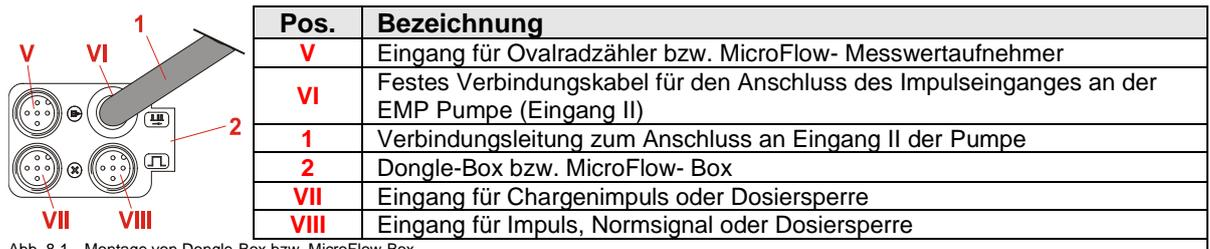
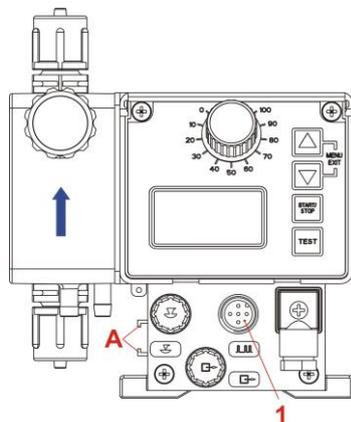

Abb. 8.1 Montage von Dongle-Box bzw. MicroFlow-Box
Abb. 8.2 Montage von Dongle-Box bzw. Micro-Flow-Box 1
Montieren Sie die Dongle- Box bzw. die MicroFlow- Box (Abb. 8.1) an der dafür vorgesehenen Schiene der EMP-Pumpe (Abb. 8.2, Pos. A):
- ✘ Schieben Sie die Dongle- Box bzw. die MicroFlow- Box (Abb. 8.1) in die Schiene auf der linken Seite der EMP Pumpe (Abb. 8.2, Pos A), bis diese einrastet.
- ✘ Schließen Sie das Verbindungskabel (Abb. 8.1, Pos. 1 und 8.3, Pos. 2) am Eingang für Impuls- /Normsignal (Abb. 8.2, Pos 1) an.
Ist vor der Erweiterung durch eine Dongle- Box bzw. eine MicroFlow- Box am Eingang für Impuls- /Normsignal (siehe Abb. 8.2, Pos. 1) ein Stecker angeschlossen, so kann dieser nach der Erweiterung an Stecker VIII (siehe Abb. 8.1, Pos. VIII) der Dongle- Box bzw. der MicroFlow- Box angeschlossen werden.